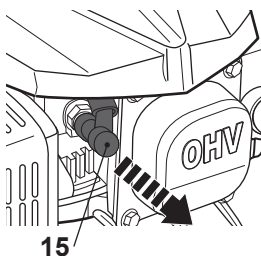

Fig. 22
1. Desconecte o conector da vela de ignição (15) (Fig. 22).